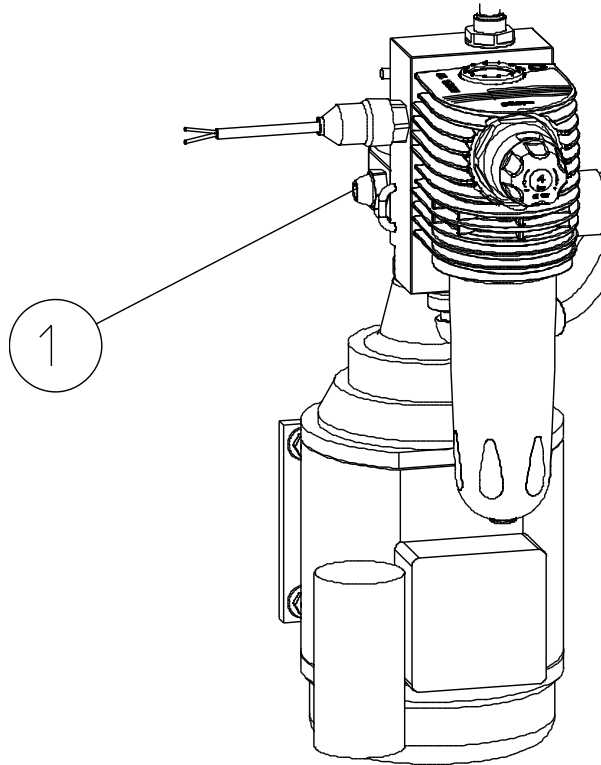

Abb. F-3: Einstellventil Betriebsdruck an der Hochdruckpumpe
- Mit dem Einstellventil Betriebsdruck (siehe Abb. F-3, Pos. 1) die Pumpe so eindrosseln, dass die Anlagen spezifische Permeatfluss 250 l/h erreicht wird.